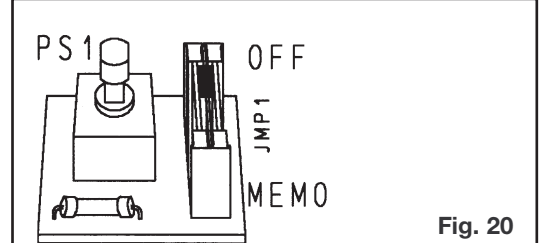

Fig. 20
- F- rilasciare il pulsante, posizionare in OFF JMP1 (Fig. 20) e riposizionare i DIP SWITCH della scheda elettronica nel modo precedente.
- F- lassen Sie die Taste los und bringen Sie JMP1 in Stellung OFF (Abb. 20) und die DIP-Schalter der Steuerelektronik in die Ausgangsposition.
- F- release the pushbutton, set JMP1 to OFF (Fig. 20) and reposition the electronic card DIP SWITCHES to the original positions.
- F- relâcher le bouton, mettre JMP1 sur OFF (Fig. 20) et remettre les interrupteurs DIP de la carte électronique sur leurs positions précédentes.
- F- soltar el pulsador, colocar JMP1 en OFF (Fig. 20) y colocar los DIP SWITCHES de la ficha electrónica como antes.
- F. Libertar o botão, colocar em OFF JMP1 (Fig. 20) e recolocar os DIP SWITCH da placa electrónica no posição anterior.